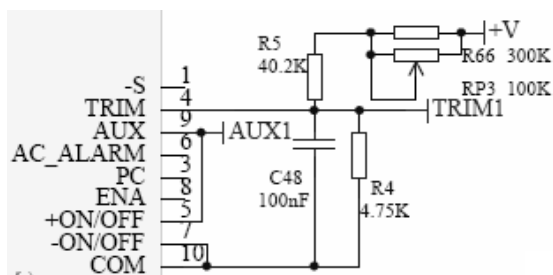

图14 输出电压上下调电路
- 通过更改图14中RP3电位器进行对输出电压进行上下调。RP3的阻值减小，输出电压增大，RP3的阻值增大，输出电压减小，可调电压输出范围为22V-31V（可见图15）。